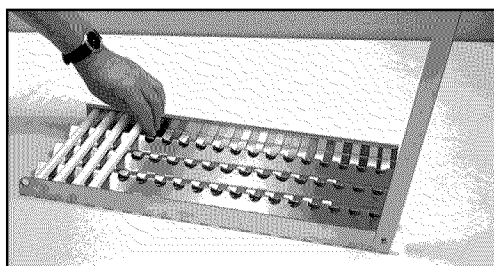

FIG. 36
3. Placez 18 tiges en céramique sur le radiant (Fig. 36).